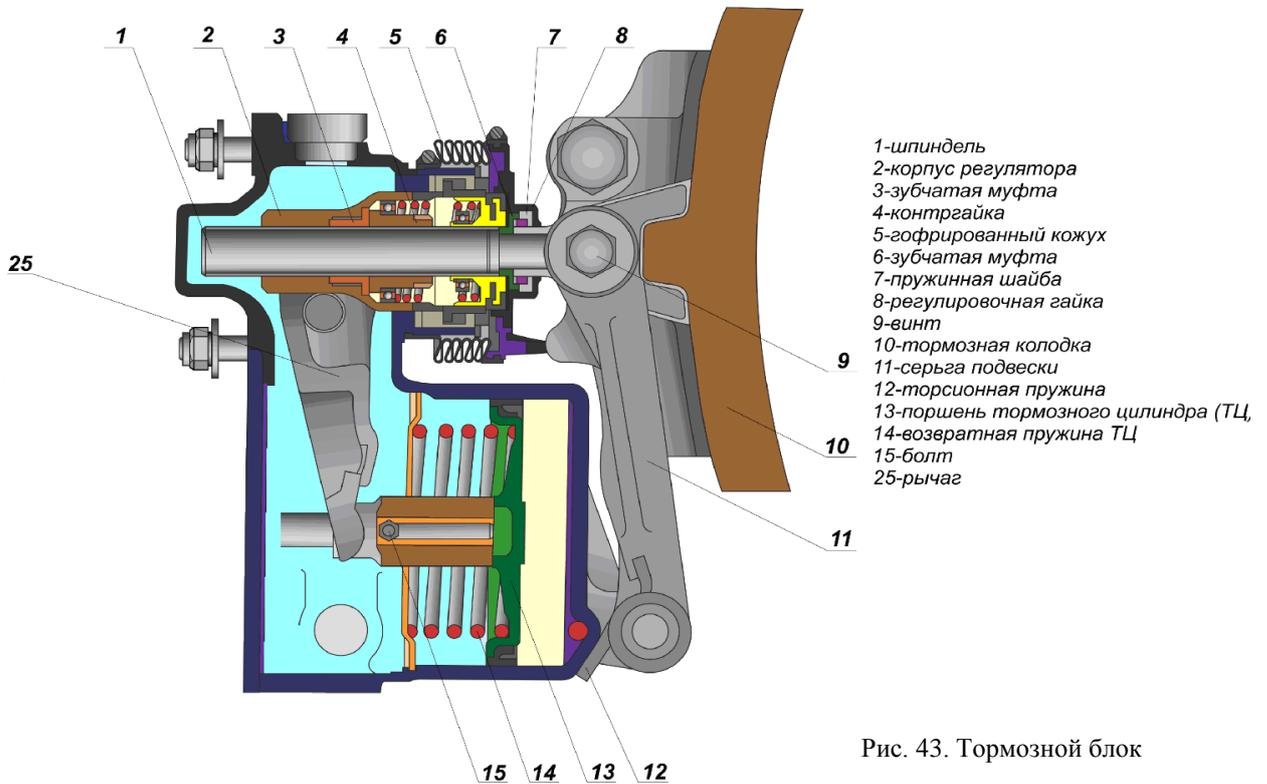

Рис. 43. Тормозной блок
Тормозной блок состоит (рис. 43): (1) шпindelь, (2) корпус регулятора, (3) зубчатая муфта, (4) контргайка, (5) гофрированный кожух, (6) зубчатая муфта, (7) пружинная шайба, (8) регулировочная гайка, (9) винт, (10) тормозная колодка, (11) серьга подвески, (12) торсионная пружина, (13) поршень тормозного цилиндра, (14) возвратная пружина ТЦ, (15) болт, (25) передаточный рычаг.